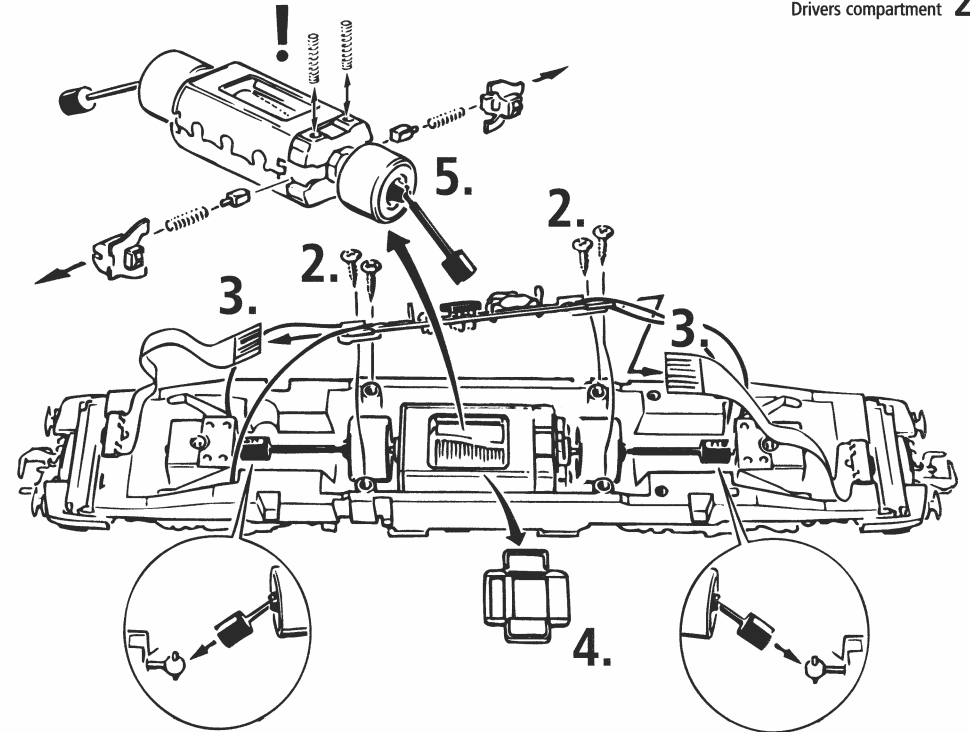

Fig. 10
Ausführung für Wechselstrom: siehe Fig. 10
A.C. operación: ver fig. 10
A. C. operation: see fig. 10